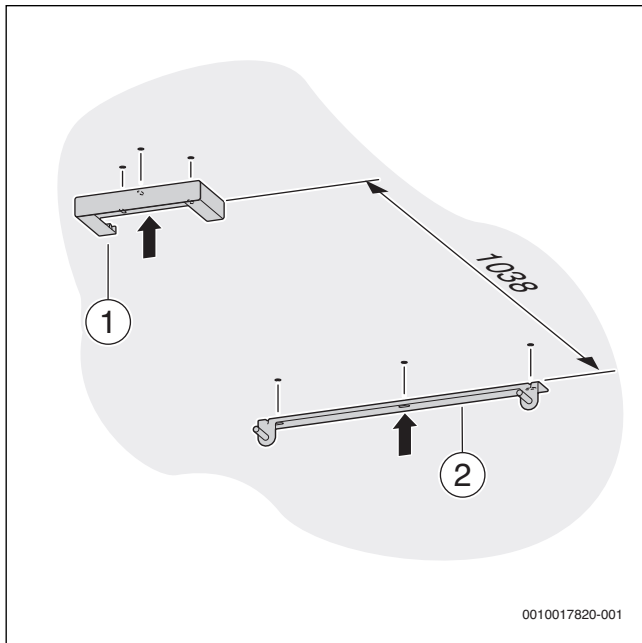

Bild 15 Aufhängeelement und -schiene montieren
- Abstand zwischen Aufhängeelement und Aufhängeleiste prüfen (1038 mm von Unterkante Aufhängeelement bis Oberkante Aufhängeleiste → Bild 15).